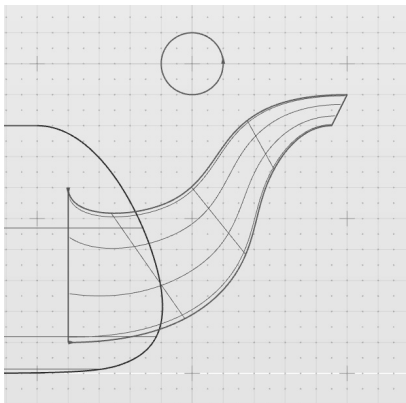

图 5-49 绘制双轨道曲面
3) 在建模工具栏中，选择“双轨道”工具 ，根据控制台提示分别选取：圆曲线作为剖面曲线；两条 NURBS 曲线作为轨道曲线，获得结果如图 5-49 所示。